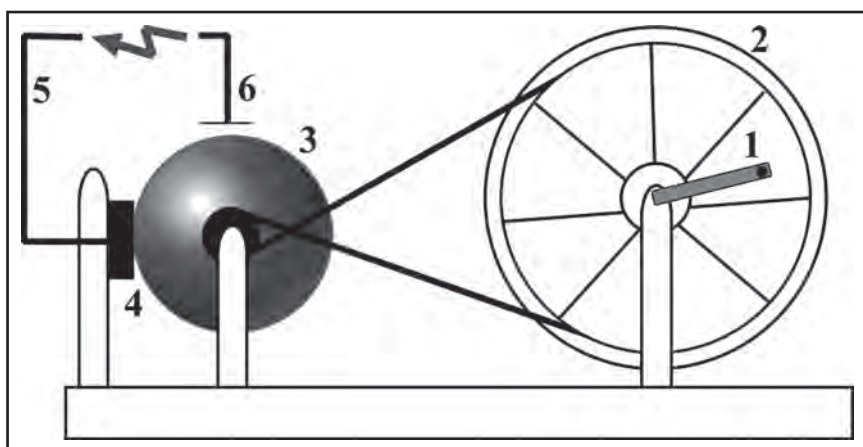

Fig. f61.2
Ces machines étaient appelées « machines électrostatiques », et l'une d'entre elles est représentée sur la figure f61.2.
a) Les machines électrostatiques dont on parle au début du texte produisent de l'électricité grâce au frottement (par exemple, sur la figure f61.2, le frottement de la boule de verre sur le morceau de cuir). Cite quelques phénomènes de la vie de tous les jours où un frottement provoque une accumulation d'électricité statique.